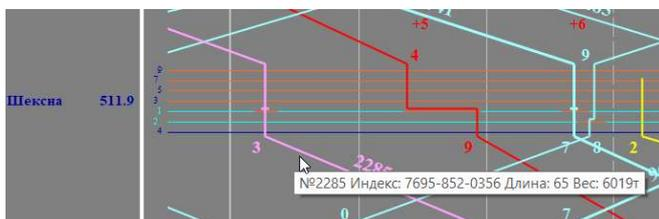

Рис.99. Нить с проследованием по 1 пути станции.
2. Выбрать нить на поездном событии, которое необходимо отредактировать (см. рис. 99).